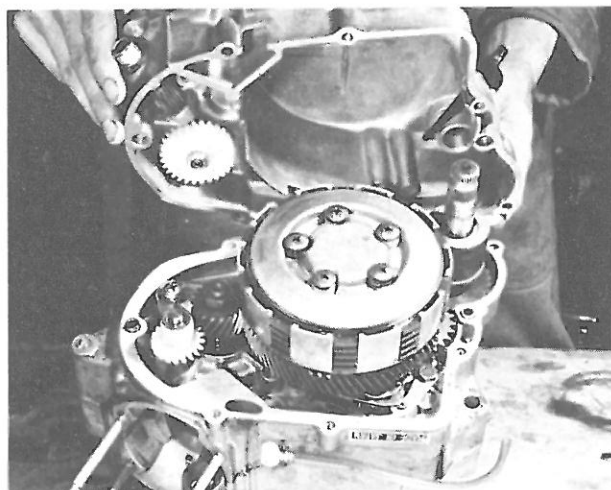

Bild 68
- Weder der Drehzahlmesserantrieb noch derjenige für Ölpumpe müssen je zerlegt werden, es sei denn, die Zähne oder die Laubbüchsen wären stark angegriffen. Eine Kontrolle der beiden im rechten Deckel angeordneten Antriebe kann ebenfalls ohne Ausbau der Teile erfolgen (Bild 68).